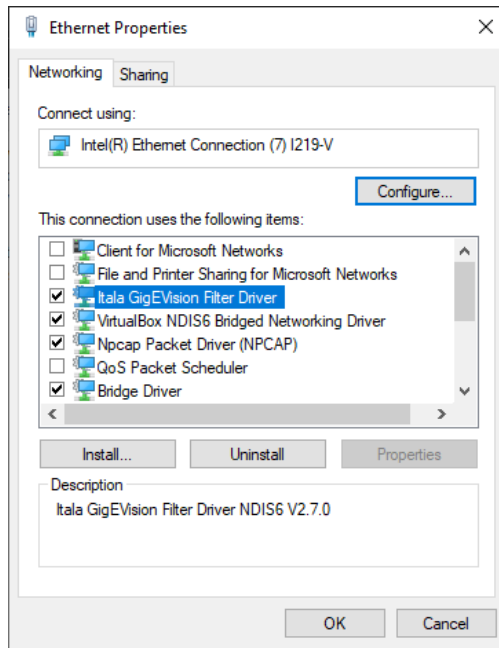

Figure 5: 成功安装过滤器驱动程序。
您可以在以太网连接属性窗口中检查过滤驱动程序是否安装成功。转到 *Control Panel > Network and Sharing Center > Change adapter settings*，右键单击以太网连接并选择 *Properties*。如图 5 所示，在 *Networking* 选项卡中，您应该可以看到过滤驱动程序条目，并选中复选框。
4. 安装结束后，过滤器驱动程序将出现在 NIC 属性窗口中（图 5）。